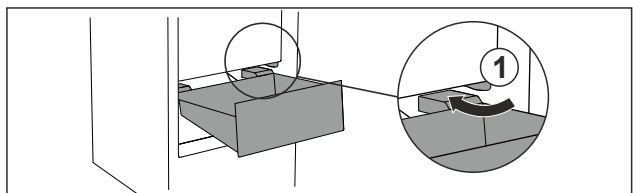

Fig. 99
- Far passare il cassetto intorno ai fermi Fig. 99 (1) inclinandolo.